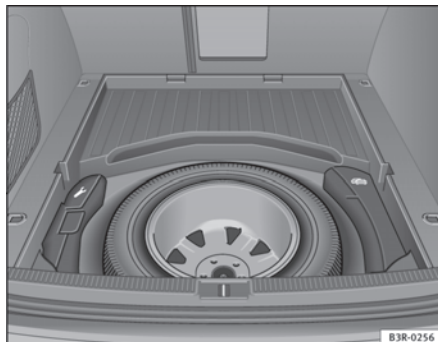

Fig. 188 Roda suplente com jante de aço
- Rode manualmente a roda recartilhada ⇒ **fig. 188** no sentido anti-horário.